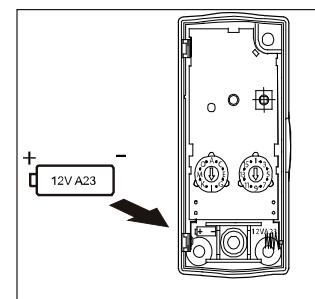

Fig. 6
- Sätt i ett 12 V batteri (A23). Sätt aldrig i batteriet med fel polaritet, eftersom detta kan förstöra dörrtryckknapp 23-570 (fig. 6).